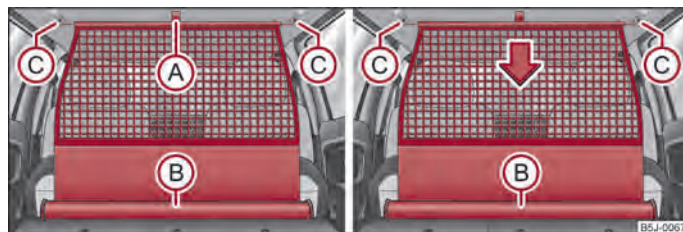

Fig. 54 Retire/enrolle la red divisora
- Tire de la red divisoria del maletero por la lengüeta (A) y sáquela de la caja (B) ⇒ fig. 54.
- Colocar la barra transversal primero por un solo lado en el alojamiento (C).
- Tire de la barra transversal un poco hacia atrás, primero en un lado y seguidamente en el otro lado, y saque la barra transversal de los alojamientos (C) ⇒ fig. 54.
- **Mantenga** la barra transversal de tal modo, que la red divisoria del maletero pueda enrollarse lentamente y sin daños en la caja (B).